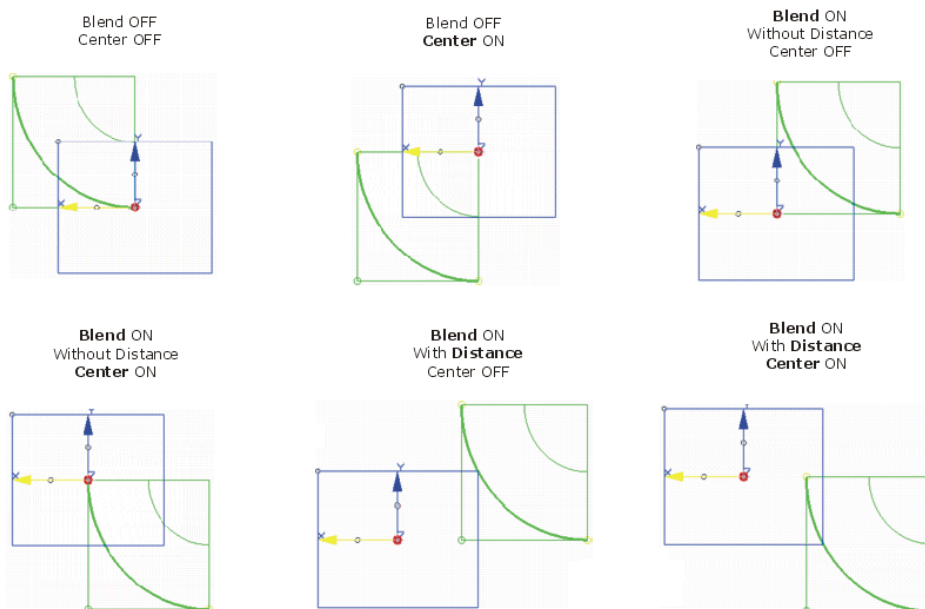

Figura 2.57 Explicación gráfica Center y Blend.
- **Center:** es el punto de referencia de la superficie del tubo que se mueve de la siguiente manera en relación con el origen del sistema de coordenadas local. Se muestra en la *Figura 2.57*.